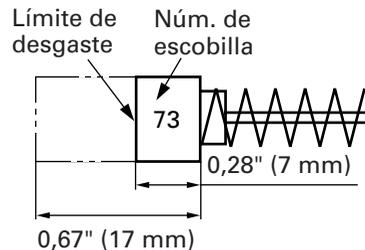

Fig. 10
## 3. Inspeccionar los carbones de contacto (Fig. 10)
**NOTA:** Utilice las escobillas HITACHI Núm. 73 indicadas en la Fig. 10.